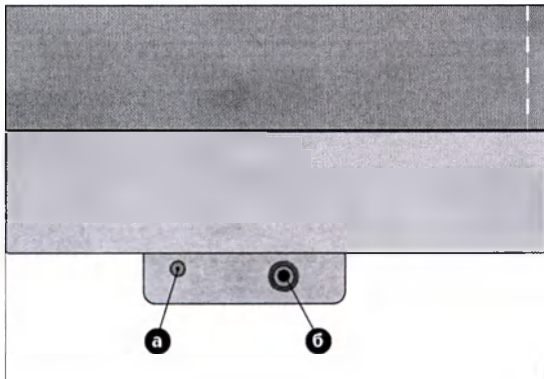

Рис. 4-17 Гнезда для подключения микрофона (а) и трубки манжеты (б)
- Подсоедините кабель микрофона к гнезду а (рис. 4-17).